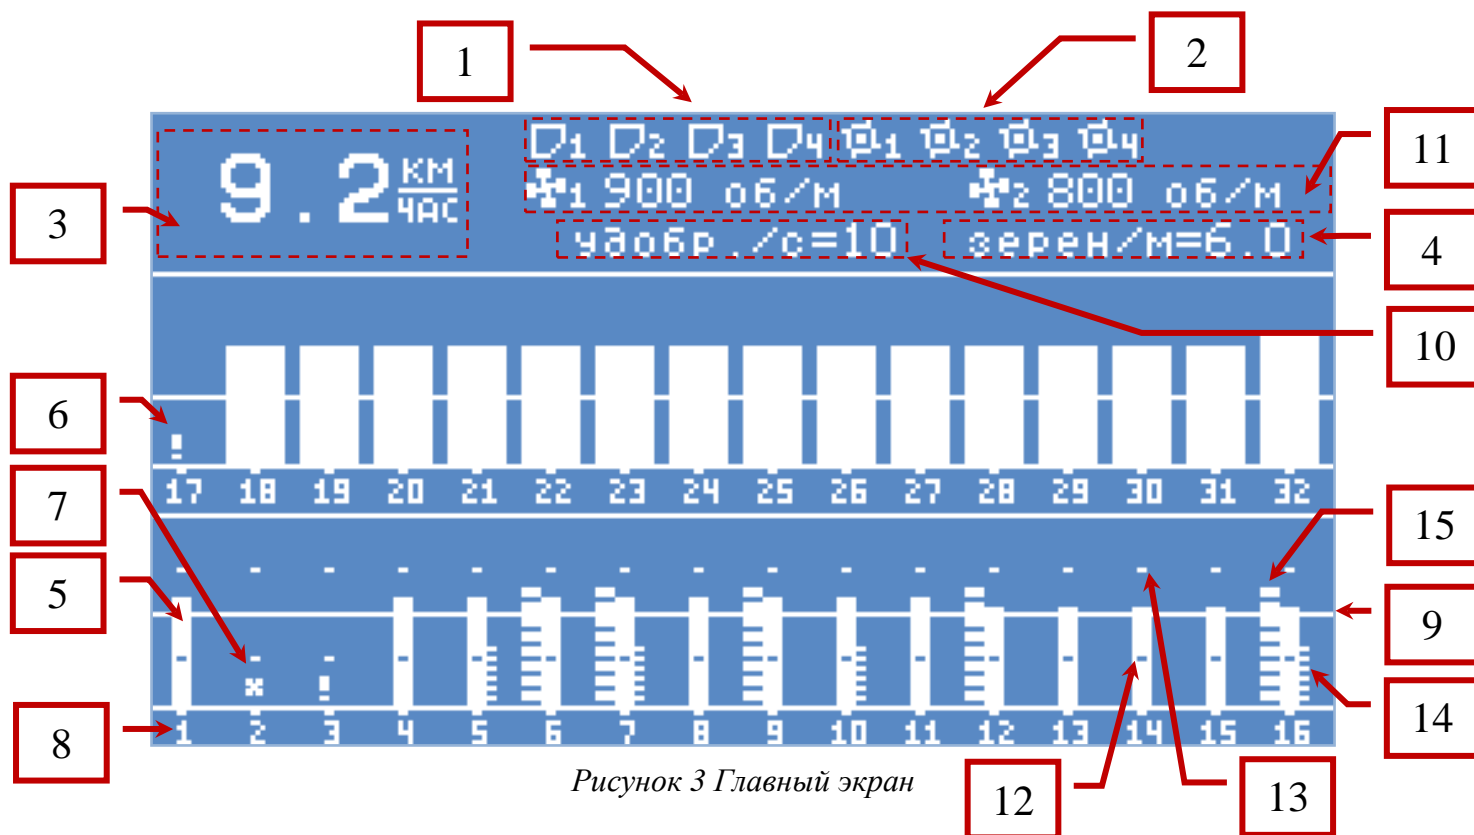

Рисунок 3 Главный экран
- Главный экран, см. «Рисунок 3».
Затем на экране отображается главный экран (см. «Рисунок 3») и система готова к работе.
На «Рисунок 3» изображен Главный экран панели оператора.